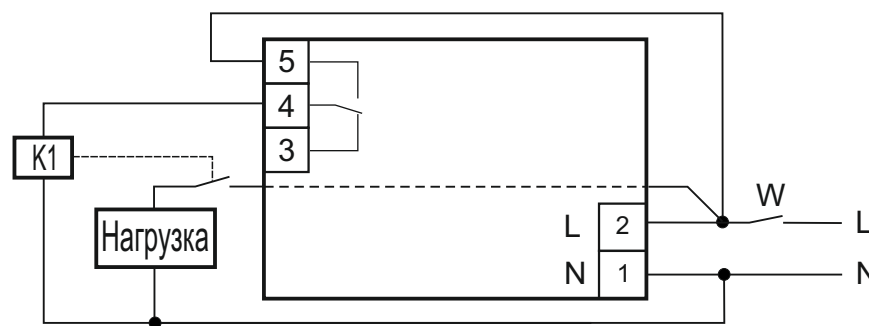

Рис.2. Схема подключения нагрузки к устройству RN 1F-73
8.2. Подключите нагрузку к изделию согласно рис. 2. Для этого используйте одножильный или многожильный провод с двойной или усиленной изоляцией сечением, соответствующим мощности нагрузок. Нейтраль **N** подключается на контакт 1 изделия, нагрузке и катушке контактора **K1**. Фазное напряжение **L** может подаваться напрямую или через выключатель **W** и через отверстие в устройстве на силовую клемму **K1.1** контактора **K1**, а также к контактам 2, 5 изделия. Кроме того, нагрузка подключается ко второй силовой клемме **K1.1** контактора **K1**, а второй вывод катушки контактора подключается к контакту 4 изделия.